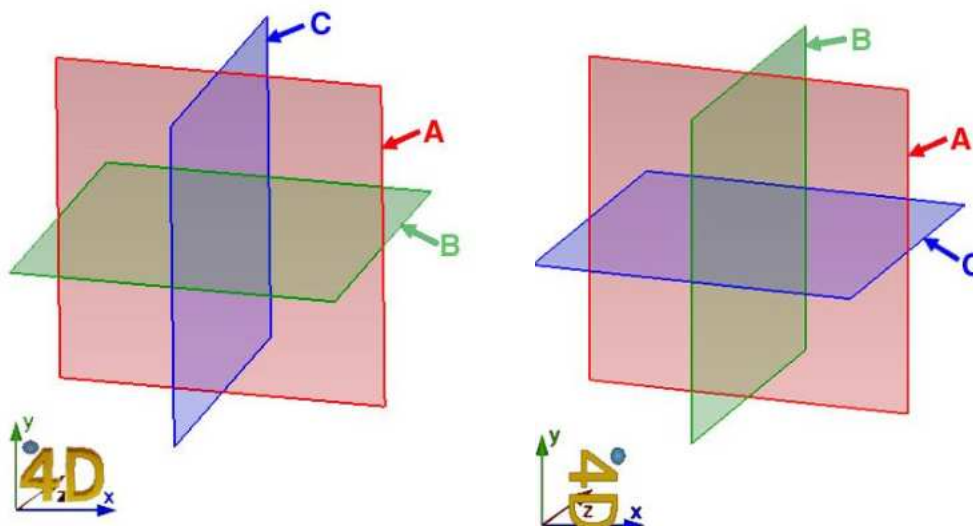

Fig. B-2A Fig. B-2B
- (1) Se R_{total} é de 0° ou 180° , planos A/B/C são como mostrado na Fig. B-2A.